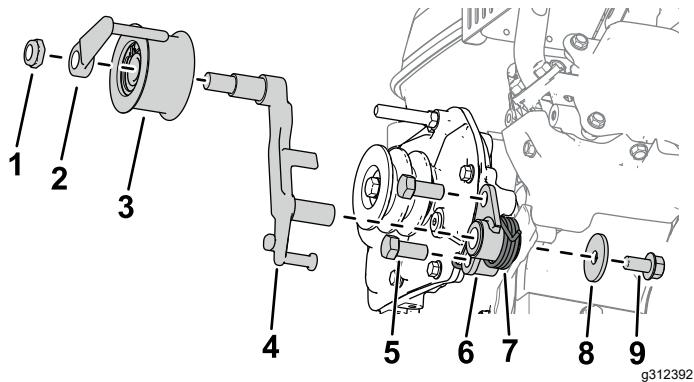

Figura 3
- Instale el soporte del embrague en la caja de engranajes con 2 pernos (7/16" x 1"), como se muestra en la Figura 3.
- Instale la palanca del embrague en el soporte del embrague (Figura 3).
- Instale el muelle de torsión en el soporte del embrague con una arandela (3/8" x 1 1/8") y un perno (3/8" x 3/4"), como se muestra en la Figura 3.
- Instale el conjunto de la polea tensora en la palanca del embrague con una guía de correa y una tuerca hexagonal (Figura 3).